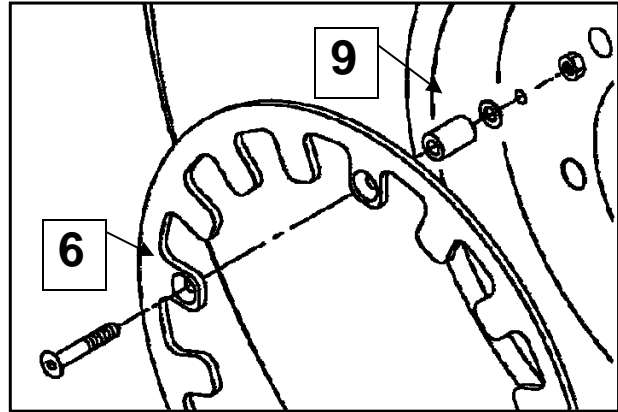

Fig.4
- Controllare se l'anello è stato allineato perfettamente parallelo al cerchio (Fig. 4)